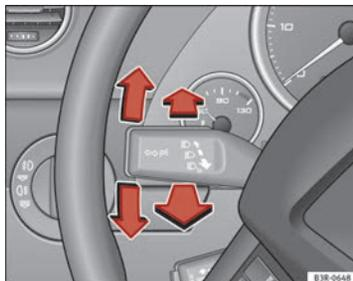

Fig. 92 Palanca de los intermitentes y de la luz de carretera
- Desplace la palanca hacia arriba hasta el tope ⇒ fig. 92 para poner el intermitente de la derecha o bien hacia abajo, para el de la izquierda.